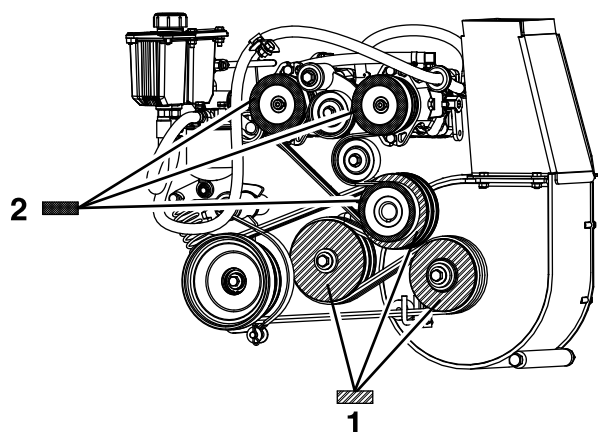

Figura 64
8. Misurando dalla puleggia del soffiatore come linea di base, spostate il motore e il contralbero fino a quando la superficie posteriore di tutte e tre le pulegge è allineata entro 0,8-1,6 mm (Figura 64).
4. Utilizzando un regolo, allineate ciascuna puleggia della pompa con la puleggia del motore, facendola scorrere lungo l'albero della pompa (Figura 64).